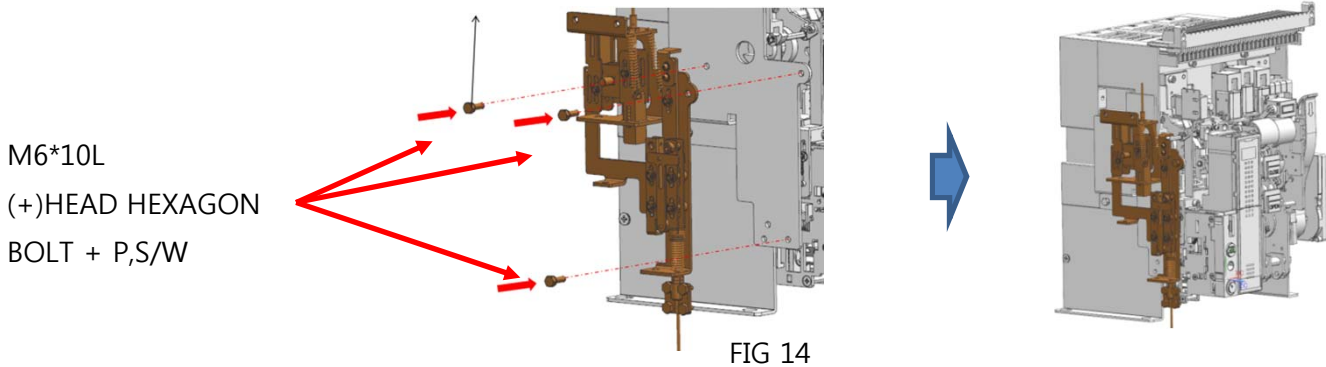

FIG 14
14. 고정형 본체의 M/I 설치 / INSTALLATION OF M/I FOR FIXED TYPE (FIG 14)
15. 인출형 제품의 M/I 설치 / INSTALLATION OF M/I FOR DRAW OUT TYPE (FIG 14)